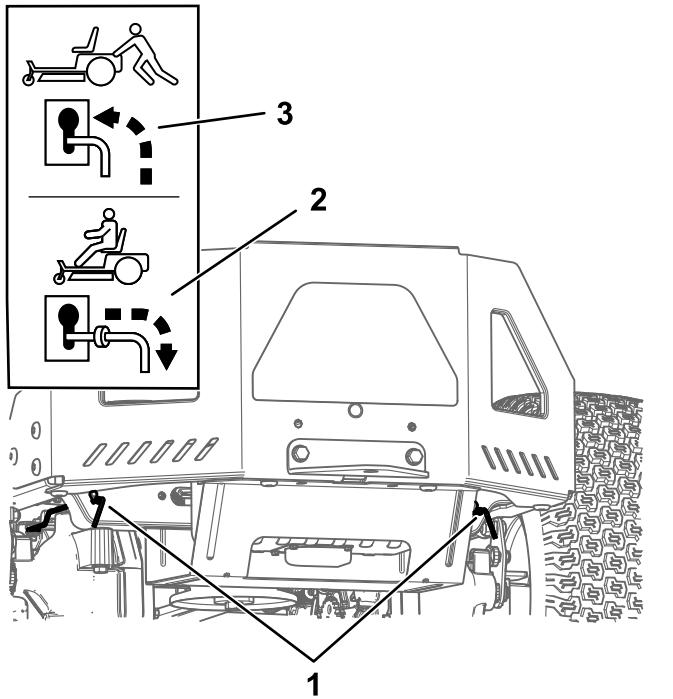

Figura 31
- Spostate entrambe le leve di bypass in avanti attraverso il foro asolato e verso il basso per bloccare in posizione (Figura 31).